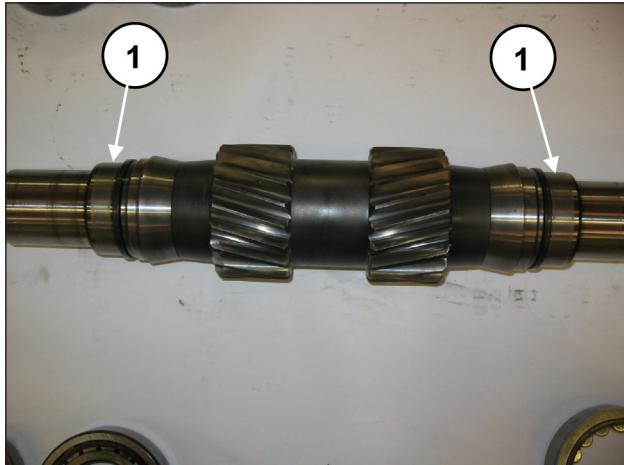

Рис. 52
наденьте на вал ВОМ 2 внутренних кольца подшипников (по одному с каждой стороны) (поз. ①, Рис. 52).